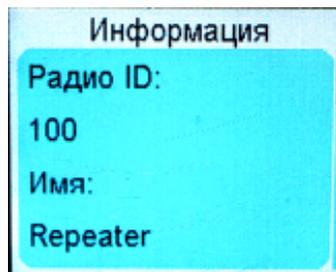

Рисунок 7
Этот пункт меню (рисунок 7) используется для получения информации о вашем ретрансляторе, в том числе: идентификатор (ID); имя; серийный номер; модель ретранслятора; диапазон частот; версия ARM ядра; версия DSP ядра, версия FPGA (ПЛМ), версия Linux.